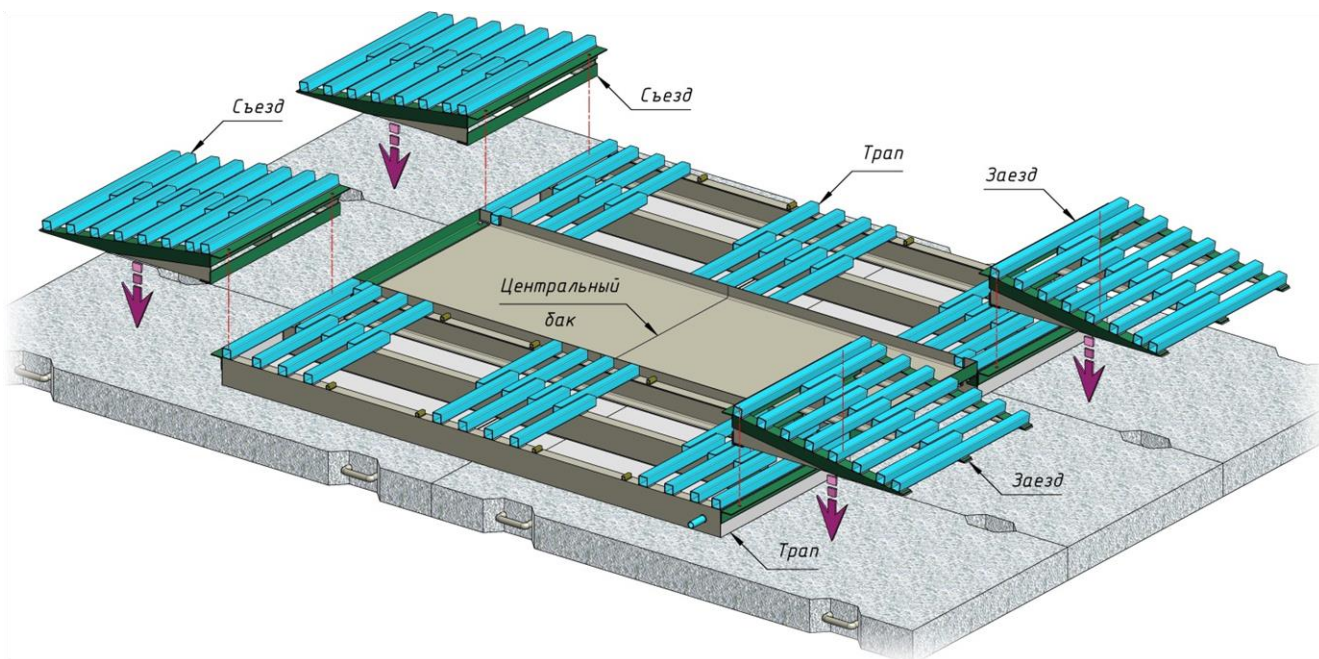

Рисунок 4
- спереди и сзади смонтированных трапов устанавливаются два заезда и два съезда, каждый из которых крепится с помощью двух болтов M12x40/гаек M12(смотри рис. 4);